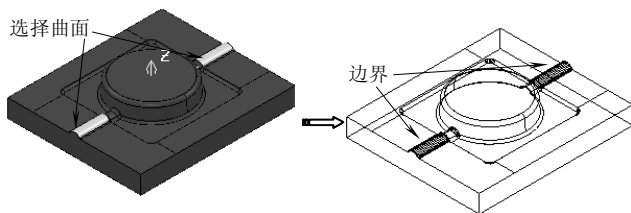

图 3-190 创建的边界
2) 选择图 3-191 所示的曲面，然后单击“插入模型”按钮，单击“用户定义边界”对话框中的“接受”按钮即可完成边界创建，结果如图 3-190 所示。